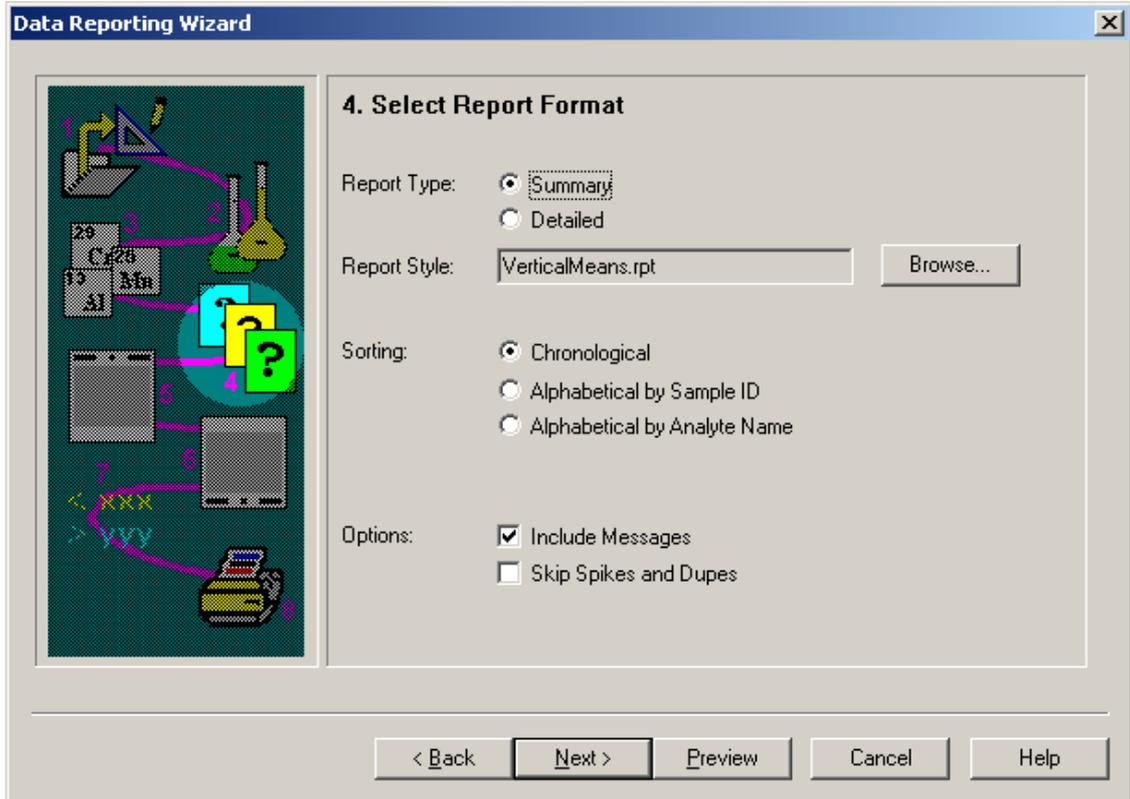
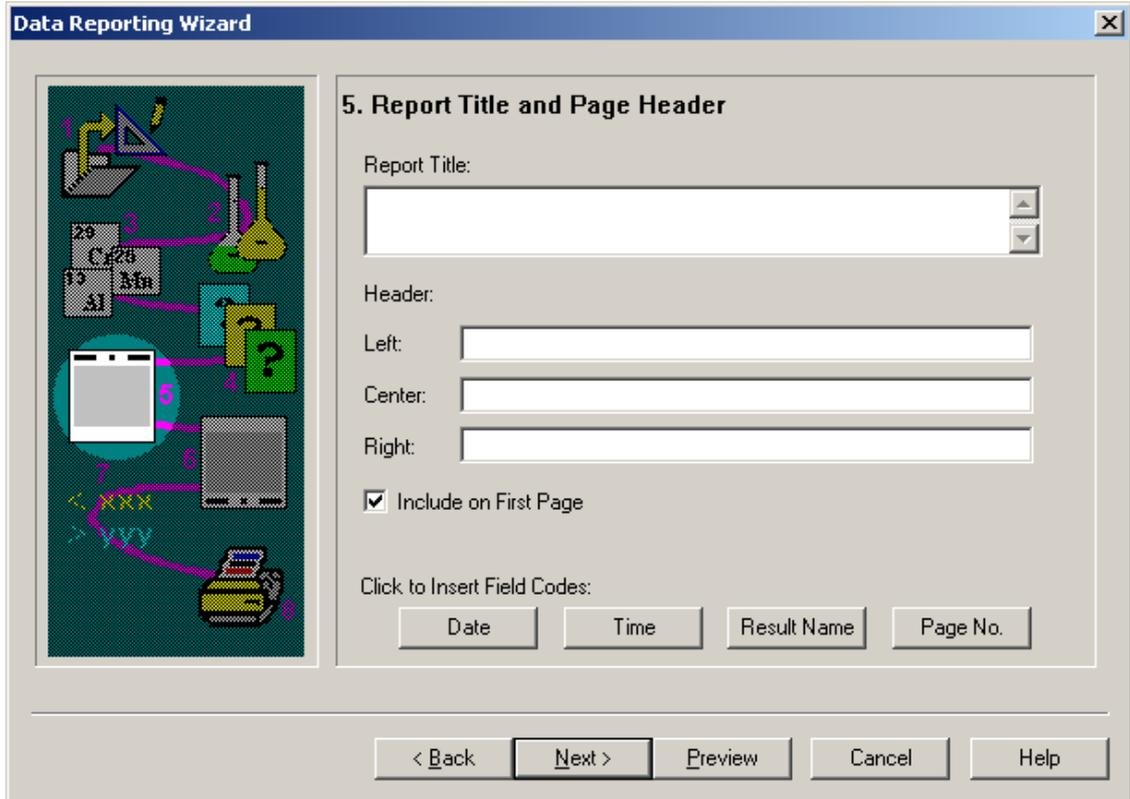

图 51. 报告排列选择画面
图 52. 报告题目和页头文字输入画面
3.1.5 在分析报告中将要列出的分析元素确定以后,点击“Next”,就会在屏幕上出现画面如图 51 所示:
3.1.6 在上图 51 中,用户要选择的项目包括:是详细内容报告还是简略内容报告;不同元素数据结果如何排列;不同样品数据如何排列;报告中是否包括测定时的信息及是否跳过加标回收和平行样测定数据.这些项目选择完成后,点击“Next”,进入到如下图 52 画面: